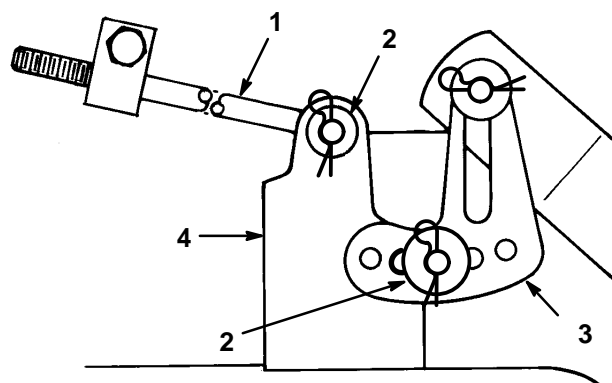

Figure 42
7. Glisser l'extrémité de la longue tige dans le trou du support de tondeuse (Fig. 42) et la fixer au moyen de la rondelle et de la goupille épingle. Répéter cette opération de l'autre côté de la tondeuse.
8. Monter une des pattes de mise à niveau de la tondeuse sur le tenon du bras de hauteur de coupe (Fig. 42) et fixer la tondeuse au moyen de la rondelle et de la goupille épingle. Répéter cette opération de l'autre côté de la tondeuse.